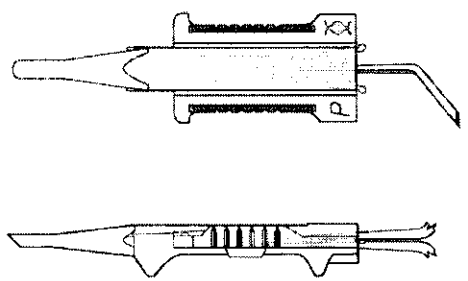

Figura 8
8. Insertar la lente directa y muy lentamente dentro del cartucho hasta que el háptico posterior alcance el borde del cartucho, tal y como se muestra en la Figura 8 abajo. Dejar que los bordes de la óptica se desplieguen hacia arriba y se amolden a las paredes del cartucho durante este paso, moviendo la pinza hacia abajo conforme la óptica se va insertando en el cartucho. Colocar la lente y retirar la pinza, dejando la lente colocada en su sitio.